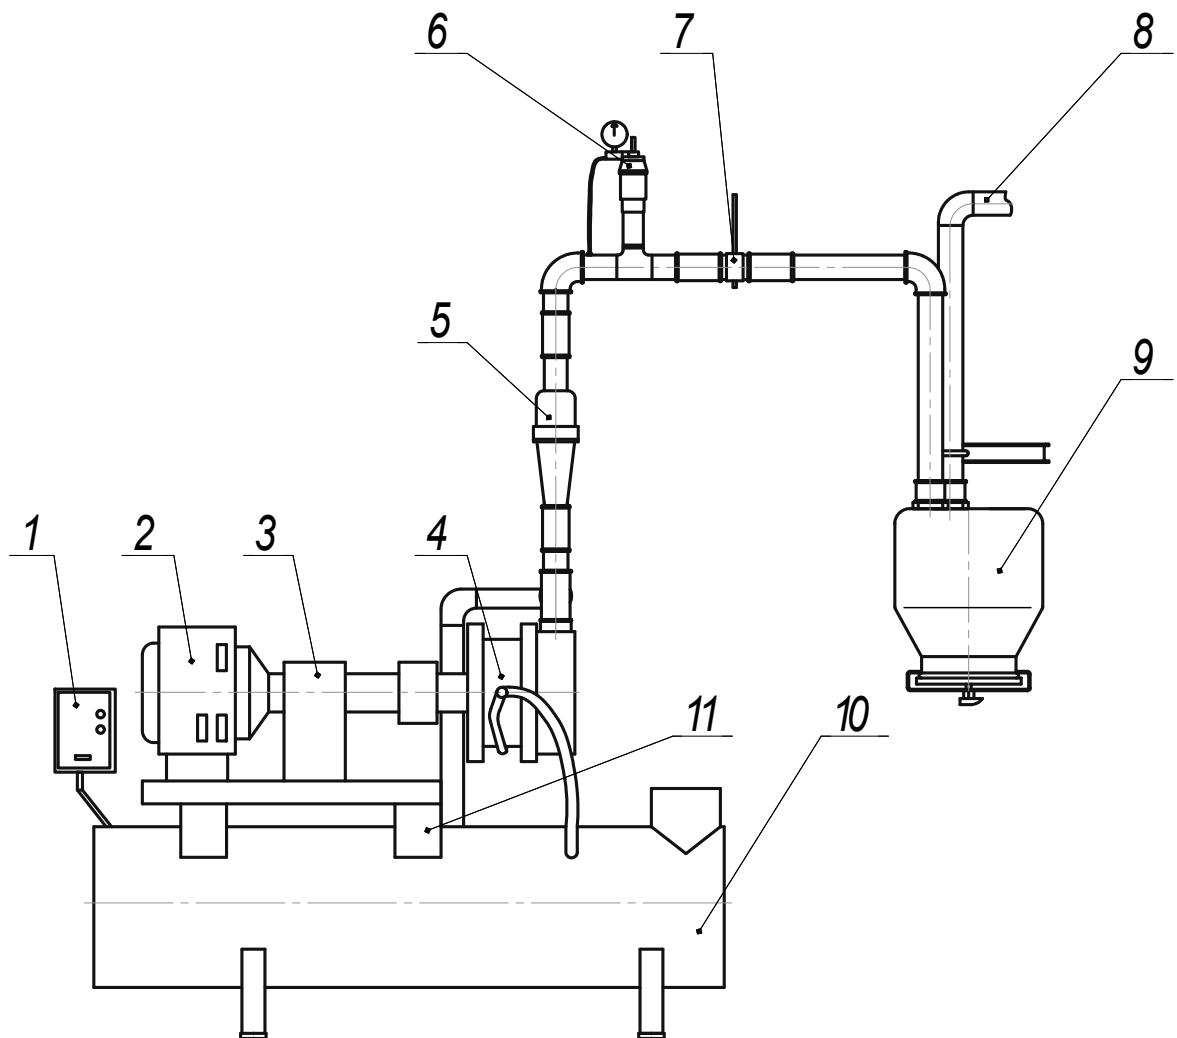

Рисунок 4 – Насосная станция:
**Насосная станция** (рисунок 4) предназначена для создания вакуума в вакуумной системе доильной установки. Общая фактическая производительность станций не менее 90 м3/ч.